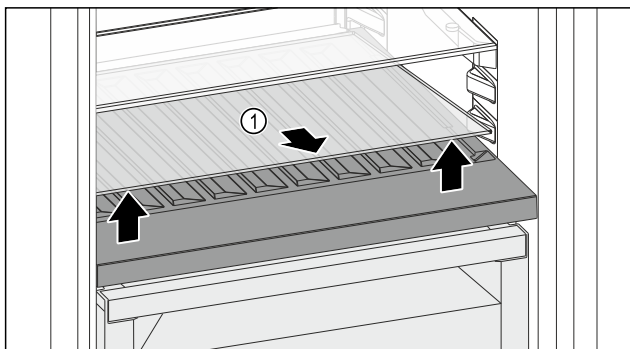

Fig. 208
- ▶ Skleněnou desku Fig. 208 (1) zvedněte za vybrání vpředu a vyjměte ji.
- ▶ Skleněnou desku Fig. 208 (1) uložte bezpečně mimo spotřebič.
- ▶ Skleněnou desku (2) vložte pod variabilní přihrádku na láhve.